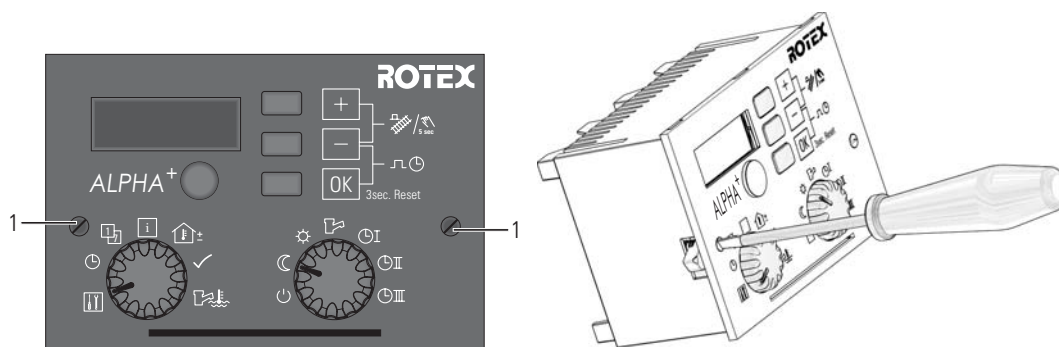

Fig. 3-2 Dépose de la centrale
- Faites tourner le verrou de fixation (pos. 1, fig. 3-2) dans le sens contraire des aiguilles d'une montre en position de montage et insérez-la avec soin parallèlement à la façade du panneau de commande de la chaudière, dans l'emplacement de la centrale, jusqu'à ce que les broches de connexion s'enclenchent sur l'embase de connecteur de la platine de connexion.